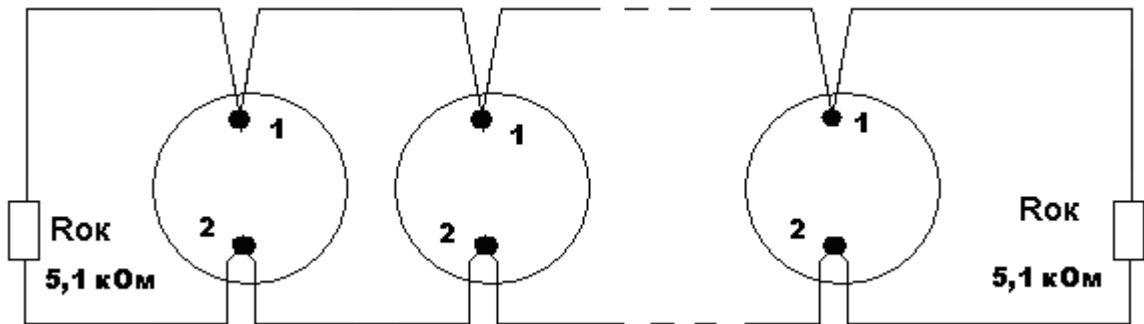

Рис. 2
6.10 При объединении извещателей в локальную сеть необходимо при помощи двухпроводного шлейфа соединить одноименные контакты баз между собой, введя провода шлейфа через два отверстия  $\varnothing 8$  мм в базах, а в начале и в конце шлейфа сигнализации установить резисторы Рок. Проверить работу группы извещателей, вызвав срабатывание любого из них согласно п. 6.8. На сработавшем извещателе включится прерывистый звуковой сигнал и будут наблюдаться частые вспышки красного оптического индикатора. Все остальные извещатели должны выдать только прерывистые звуковые сигналы. Схема подключения извещателей в автономную систему сигнализации приведена на рис. 2.